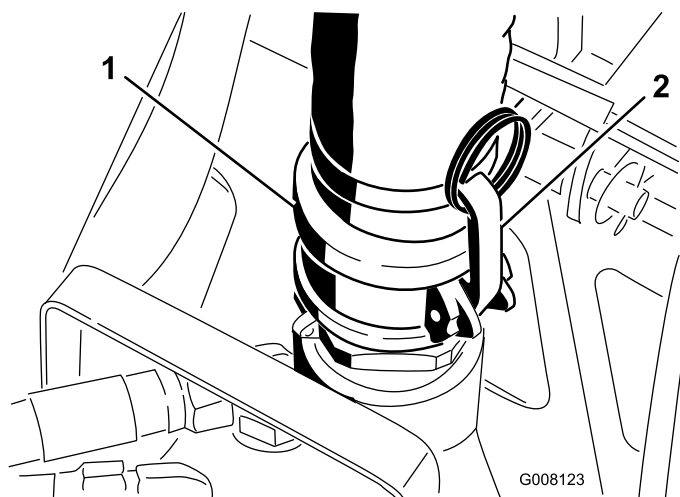

Figura 13
3. Abra los enganches y desconecte la manguera de descarga de la bomba (Figura 13).
15. Conecte la manguera de descarga a la bomba y cierre los enganches (Figura 13).